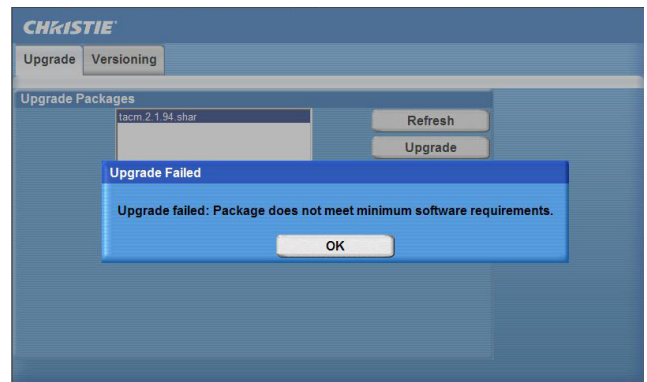

Figura 3-22 Error de actualización
**NOTA:** si intentan descargar un paquete anterior suponiendo que está usando la placa nueva, aparecerá un error en pantalla. (Figura 3-22).